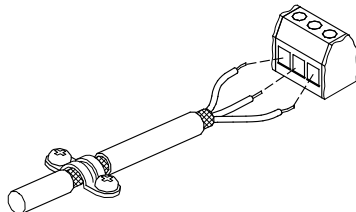

Рис. 37 Пример снятия изоляции кабеля с экраном
- По возможности оставляйте экран как можно ближе к соединительным клеммам. См. рис. 37.